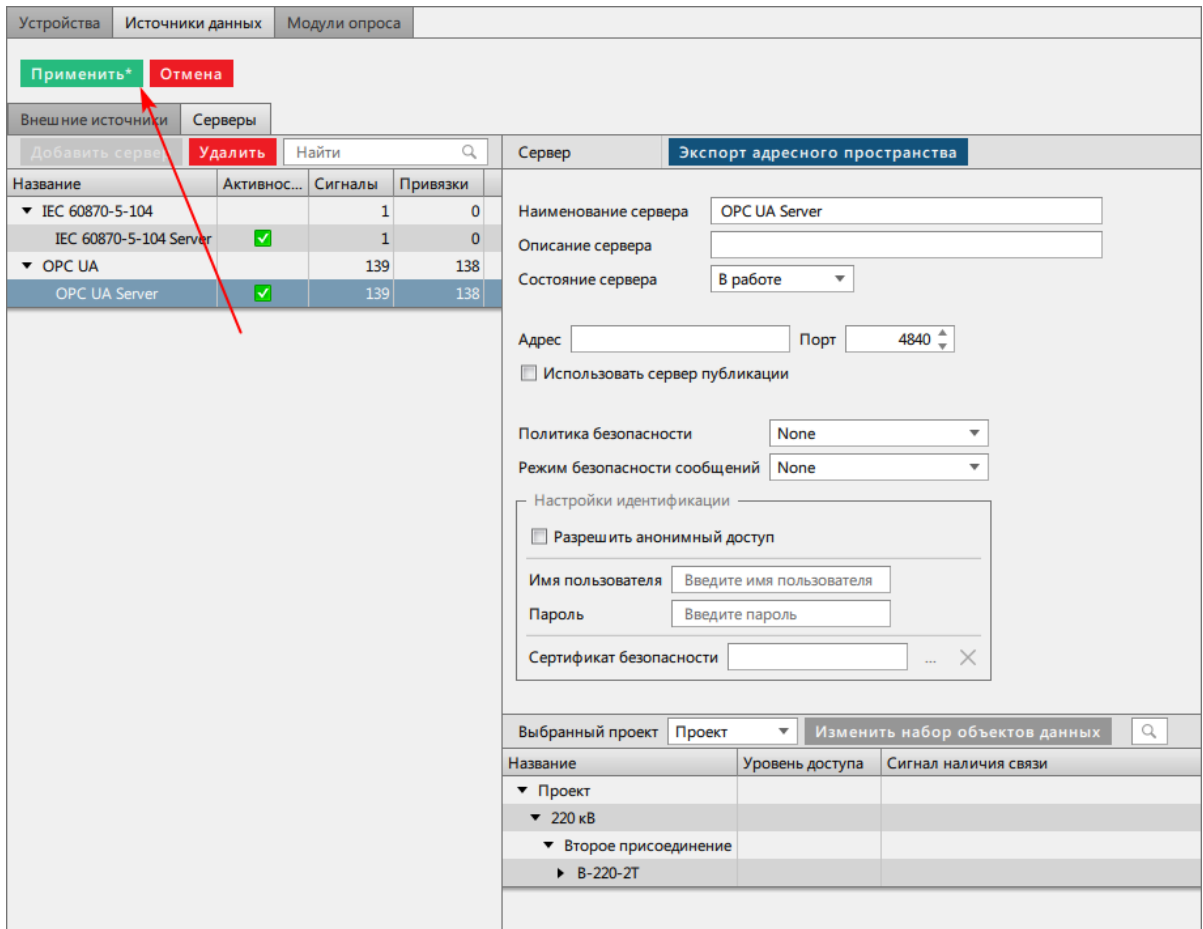

Рисунок 227 - Применить
5. Нажмите **Применить** (Рисунок 227).